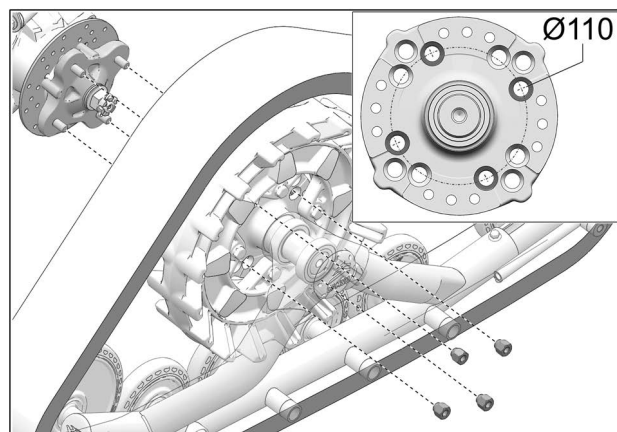

Fig. 13
11. Fixer le système de traction au moyeu de roue arrière. Utiliser le cercle de perçage de $\varnothing 110$ mm et les écrous de roue d'origine du véhicule. Fig. 13